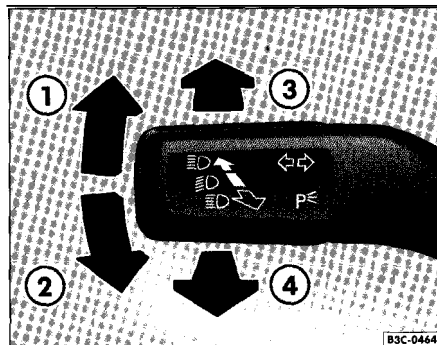

Fig. 39 Levier des clignotants et de l'inverseur-codes
- Soulevez le levier jusqu' en butee fig. 39 0 pour activer les clignotants droits ou abaissez-le jusqu' en butee pour activer les clignotants gauches.
- Poussez le levier vers l' avant = fig. 39 0 pour activer les feux de route. Lorsque les feux de route sont actives, le temoin D s' allume sur le combine d'instruments.